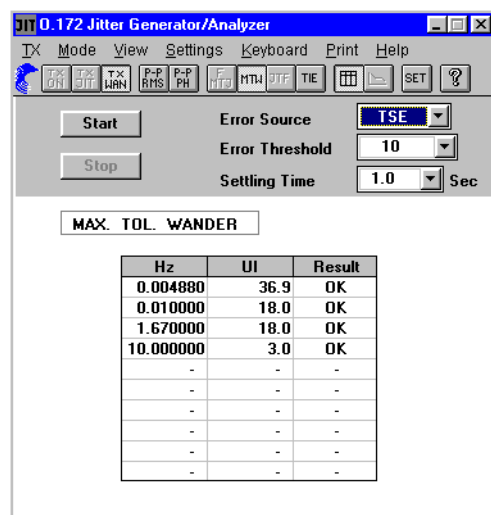

Bild A-36 Fenster "O.172 Jitter Generator/Analyzer" bei MTW-Messung
- Die Tabelle (siehe Bild A-36) enthält vom Anwender vorgegebene Kombinationen bzw. Defaultwerte von Wanderfrequenzen und Wanderamplituden. Diese werden nach dem Start der Messung in der Reihenfolge der Tabelleneinträge eingestellt.